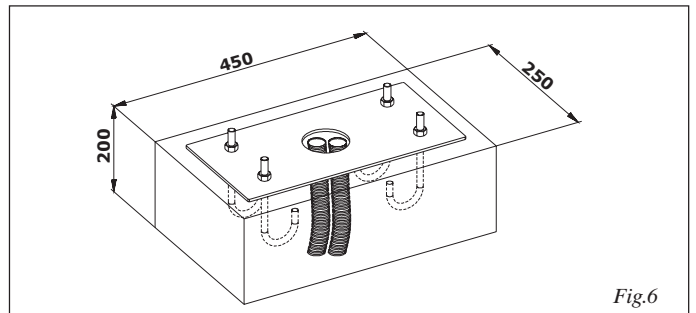

Fig.6
- Eine Fundamentplatte laut Abb. 6 (Bezug auf lehmigen Boden) herstellen.
- Die Grundplatte laut Abb. 6 einmauern und dabei eine oder mehrere Ummantelungen für den Durchgang der elektrischen Kabel vorsehen.